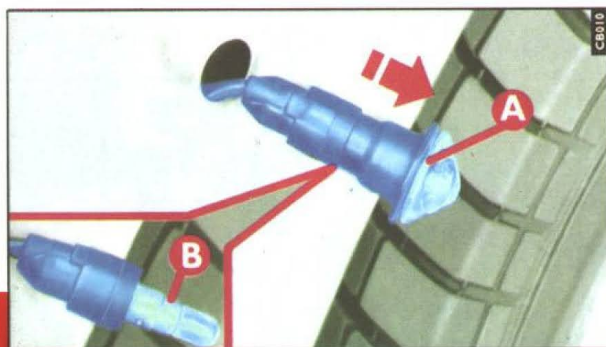

fig. 15
- 2) retirar o transparente **A-fig. 15** e substituir a lâmpada **B** (encaixe tipo baioneta).